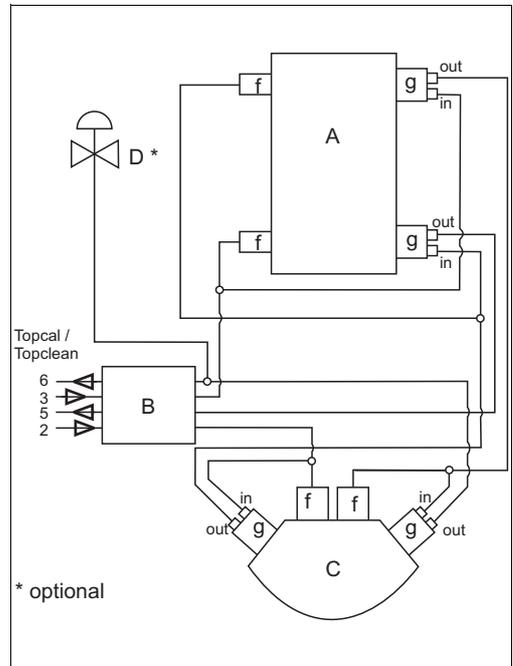
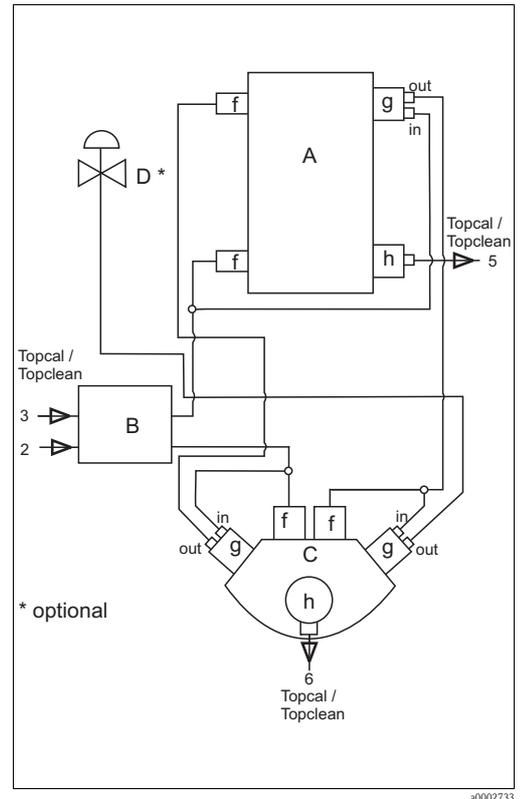

Abb. 14: Verschlauchungsplan
Abb. 16: Verschlauchungsplan
- Ausführung "Pneumatische Endlagenschalter": 4 pneumatische Schalter (s. Abb. 14)
- Ausführung "Elektrische Endlagenschalter": 3 pneumatische und 2 induktive Schalter (s. Abb. 16)
3. Kappen Sie folgende Druckluftleitung (s. Abb. 14, Abb. 16): vom Pneumatik-Anschlussblock, Eingang 6, zum betreffenden pneumatischen Endlagenschalter des Kugelhahnanstriebs.
5. Verbinden Sie den dritten Anschluss des Y-Stückes mit dem Druckluftanschluss (2) des Spülkammerauslaufventils.